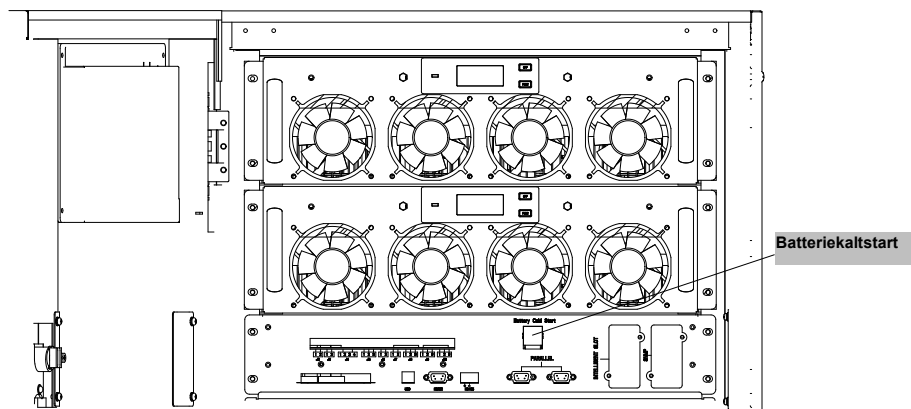

Abb.5-1 Die Position des Batteriekaltstartknopfes
2. Drücken Sie die rote Taste für den Kaltstart der Batterie (siehe Abb.5-1). Das System wird dann von der Batterie gespeist.
- 2) Halten Sie die Taste BYP am Bedienfeld länger als zwei Sekunden gedrückt, und das System wechselt in den Bypass-Modus. Dies muss den Schalter hinter der Vordertür ermöglichen. Siehe Abbildung 5-1.